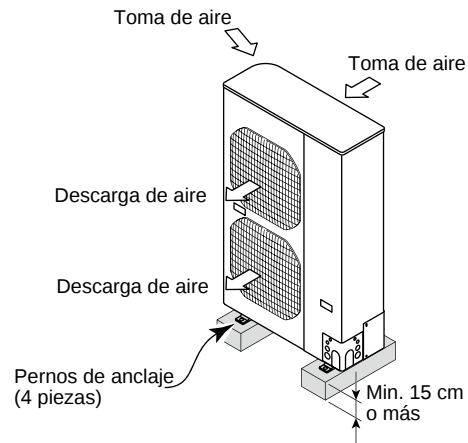

Fig. 2-8
- Coloque una base sólida (bloque de hormigón, 10 x 40 cm de viga o similar), a un mínimo de 15 cm sobre el nivel del suelo para reducir la humedad y proteger la unidad contra un posible daño por agua y la reducción de la vida de servicio. (Fig. 2-8)